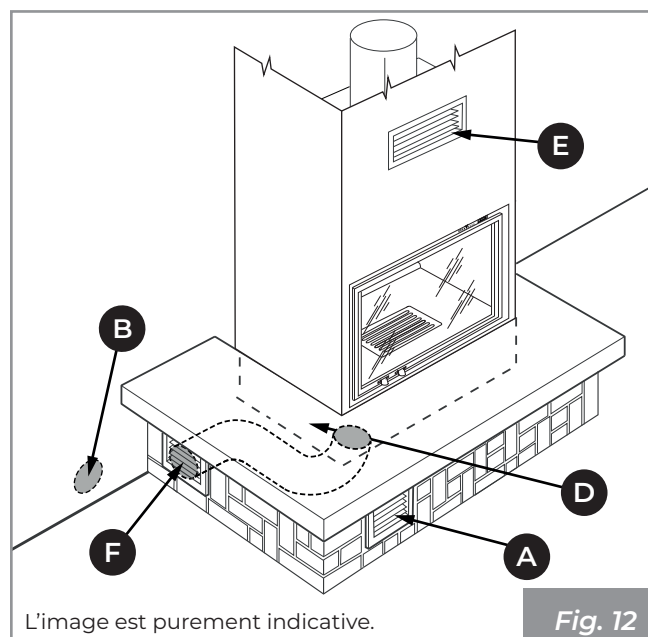

Fig. 12
- **(Fig. 12)** : prise d'air (F) sur le revêtement, canalisée jusqu'au foyer. Grille inférieure (A) fournie sur le revêtement et trou mural (B) pour la circulation de l'air ambiant.